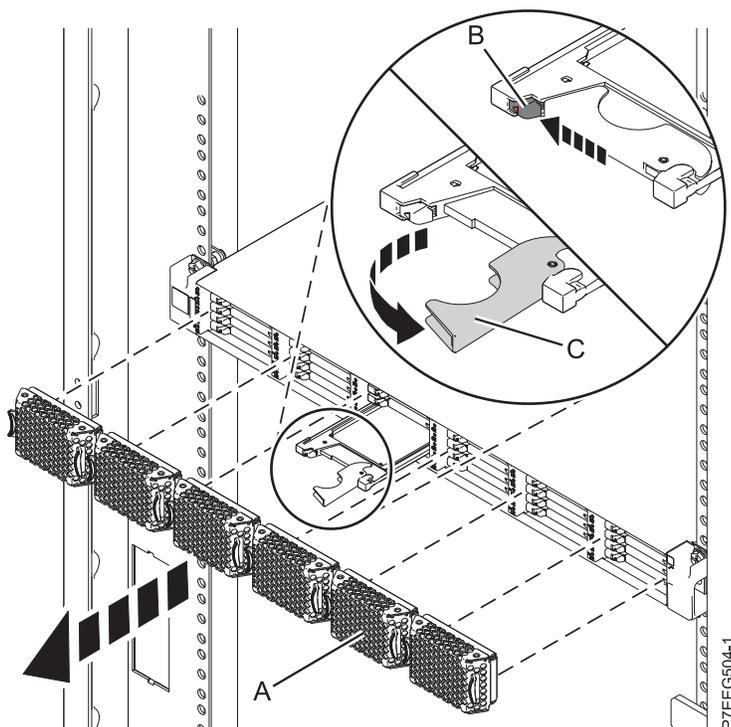

Figure 22. Retrait de l'unité SSD du Boîtier de stockage PCIe 58/88
1. Retirez le panneau (A) qui couvre l'emplacement contenant l'unité SSD.
2. Poussez doucement le taquet de déverrouillage (B) pour déverrouiller la poignée de l'unité. Voir figure 22, à la page 38.
4. Lorsque le voyant d'identification de l'unité SSD clignote, saisissez la poignée (C) et tirez partiellement l'unité hors de l'emplacement.